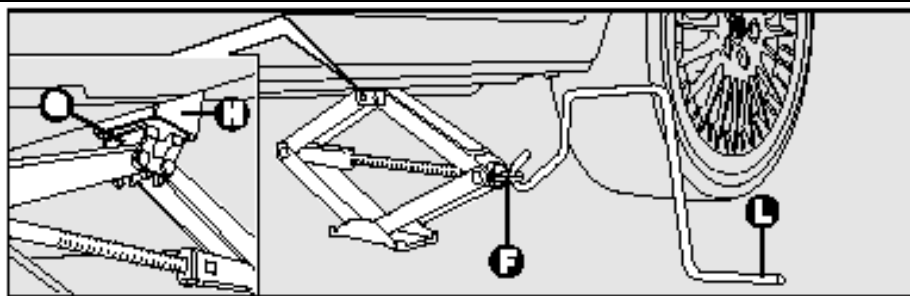

рис.9
□ Вращая маховик домкрата **F**- **рис.9**, приоткройте домкрат таким образом, чтобы желоб **G** верхней части домкрата сел на нижний профиль кузова, напротив метки **H**;
□ Установите на домкрат ручку **L**- **рис.9** и, вращая ее, поднимите автомобиль, чтобы колесо оказалось в нескольких сантиметрах от земли.